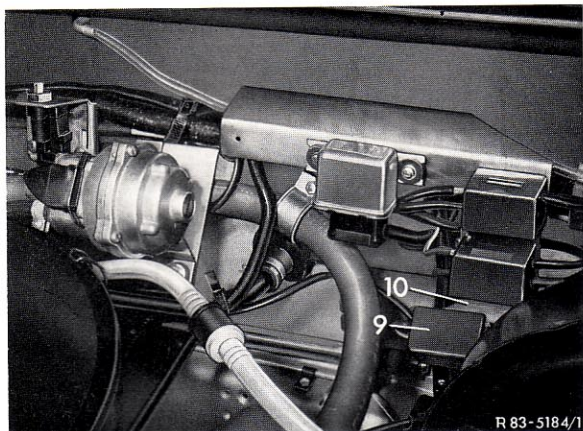

Bild 67-1/11
Anm.: Bei Fahrzeugen ohne Halter für Ausgleichbehälter hydraulische Kupplung wird die Sicherungsdose (9) an die Stirnwand anmontiert (Bild 67-1/1 und 9).